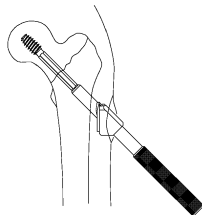

図 10
- 9) バレル部分が入りづらい場合は、ラグスクリューインパクトを装着し他端をハンマーで打ち込み、骨面へフィットさせます。(図 10)